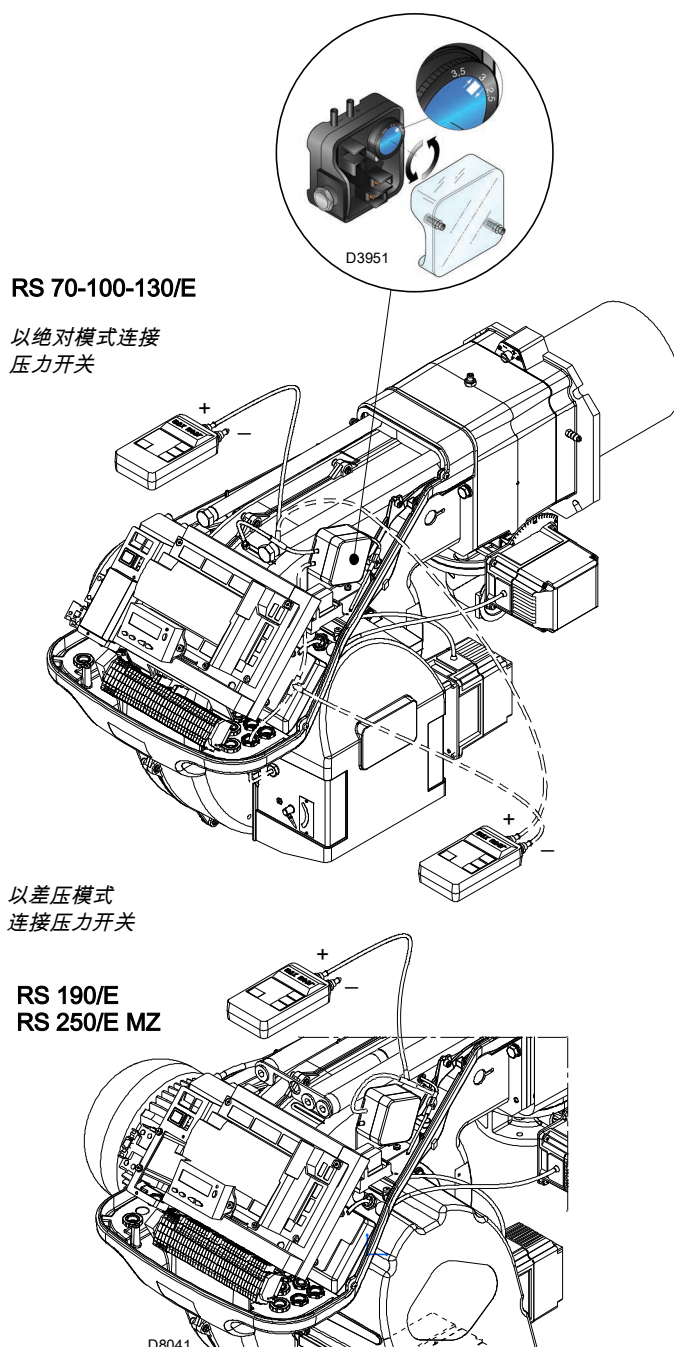

图 28
- ▶ 调节风压开关（第 33 页图 28）到量程的起始位置。
在进行上述燃烧器各部分调节时，风压开关置于量程开始位置如图 28，上述所有调整结束后，方可调节风压开关。
压力计的连接如图 28 所示。
在此情况下，压力计必须以差压模式连接，如图 28 所示。